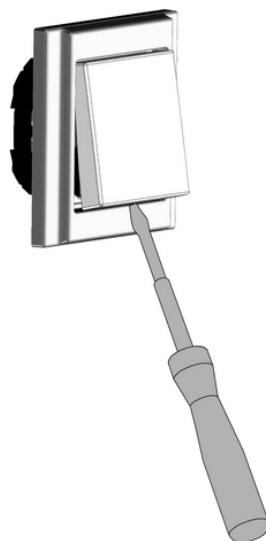

Рисунок 4: Демонтаж крышки
- Вставить отвертку в углубление на нижней стороне (рисунок 4) и осторожно снять крышку (4).
- i** Не повредите крышку (4) и рамку (2)!
- Ослабить винт (6).
- Извлечь электронную насадку (3) из клеммного блока.